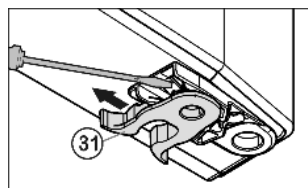

Fig. 8
- ▶ Veerklem Fig. 8 (31) verplaatsen: Sluutnok omlaag drukken, veerklem eroverheen en eraf trekken.